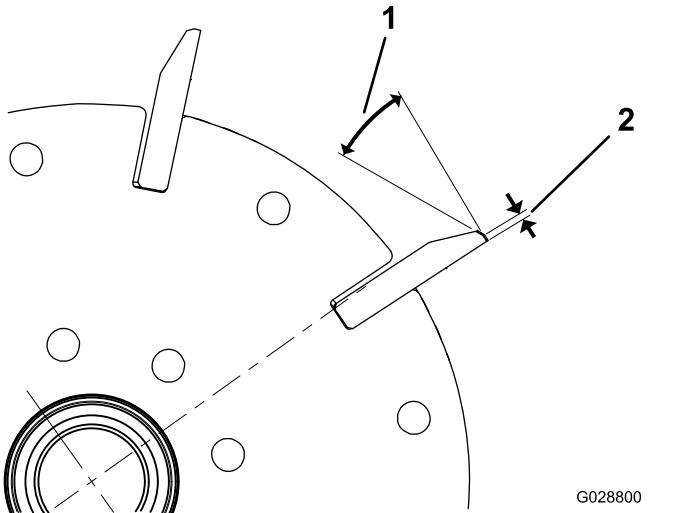

Figura 23
1. Afile todas las cuchillas con un rebajo de  $30^\circ$  hasta que la anchura de la superficie de incidencia sea de 1,3 mm (Figura 23).